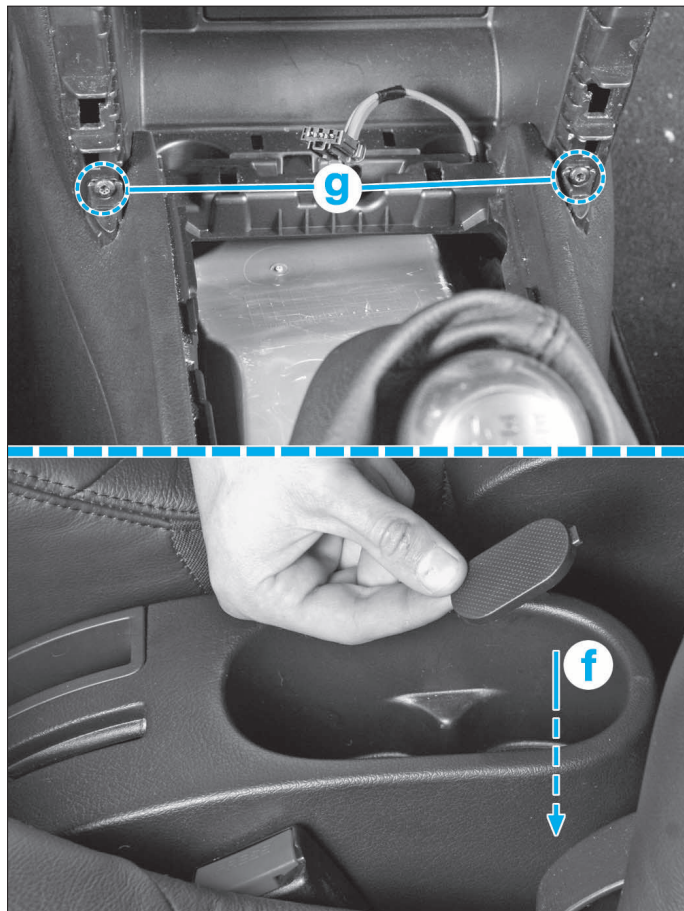

FIG. 26
- Dévisser les 2 fixations à empreinte Torx T20 (g) (Fig.26).